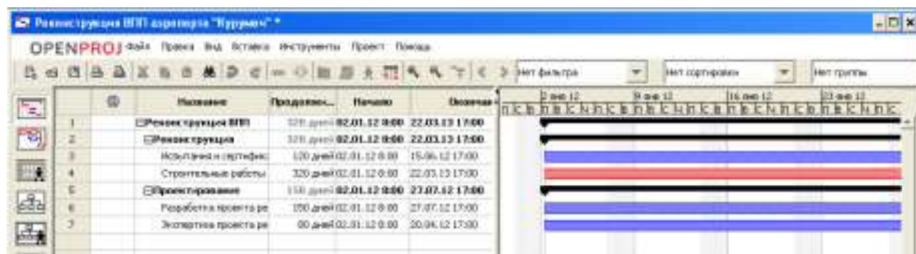
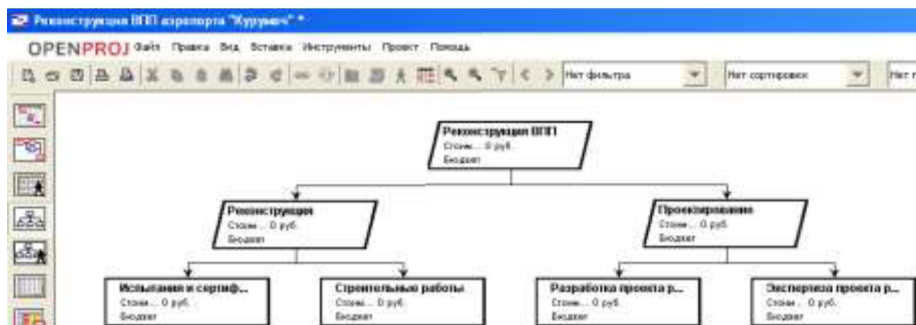

Рисунок 27 — Окно «Диаграмма Ганта»
Рисунок 28 — Окно «Иерархическая структура работ»
3. Задаем структуру работ с помощью инструмента «Отступ» в окне «Диаграмма Ганта» или в окне «Иерархическая структура работ». В результате создания структуры работ окно «Диаграмма Ганта» будет иметь вид (рисунок 27), а окно «Иерархическая структура работ» будет иметь вид (рисунок 28).